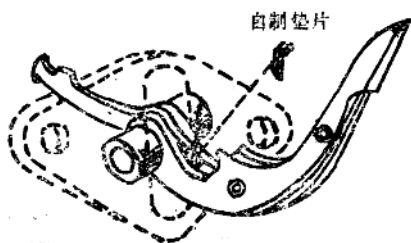

图5 汽油泵内、外摇臂
(1) 在汽车熄火前感到发动机无力，适当关闭阻风门有所好转，继而逐渐熄火，或发动机能空转，但行驶时发生化油器回火后熄火，多表明供油系不来油或来油不畅，应采取如下措施：
①用手油泵泵油，如来油畅通，但发动机着火后不能持续运转。这时应拧松化油器进油管接头，用起动机带动曲轴旋转，如油管中无油喷出或油量少且压力低，表明主要是汽油泵内、外摇臂磨损严重，可从发动机上卸下汽油泵检查。如外摇臂与偏心轴接触处磨损过大，应予补焊后修磨成形。必要时也可适当减少汽油泵与机体之间的垫片厚度，把汽油泵装回机体上，即可应急使用。若内、外摇臂接合处磨损过大（外摇臂自由行程过大），应急时，可用铁皮、铁丝等制成“7”形垫片，填塞于内、外摇臂接合处暂时代用（如图5所示）。